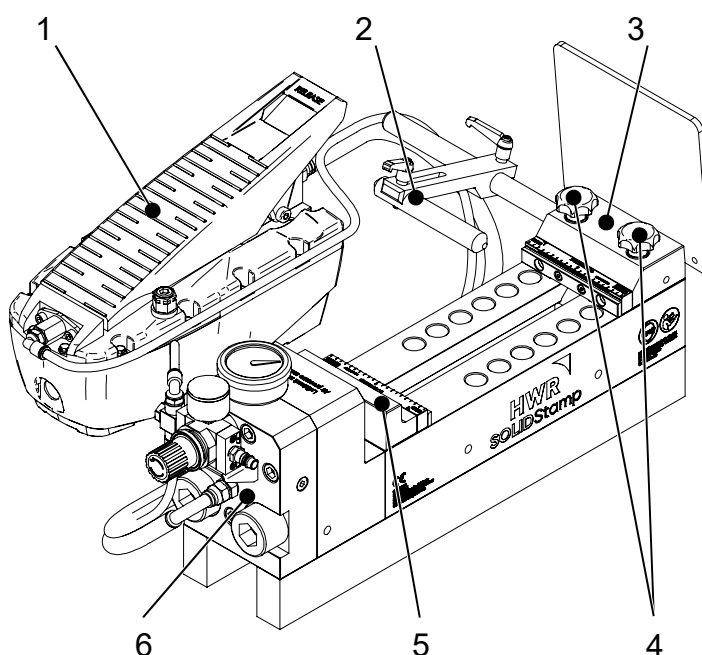

Fig. 8-1: Suddivisione dell'unità di stampaggio
- Passo 1** Trovare nelle Figure 8-1 - 8-5 il ricambio desiderato.